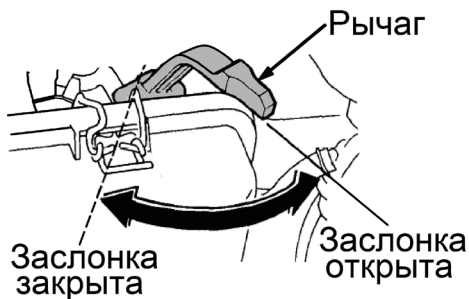

Рис. 6. Рычаг управления воздушной заслонкой
2. Закройте воздушную заслонку карбюратора. Для этого переведите рычаг управления воздушной заслонкой в крайнее левое положение (Рис. 6).
- Закройте воздушную заслонку карбюратора. Для этого переведите рычаг управления воздушной заслонкой в крайнее левое положение (Рис. 6).